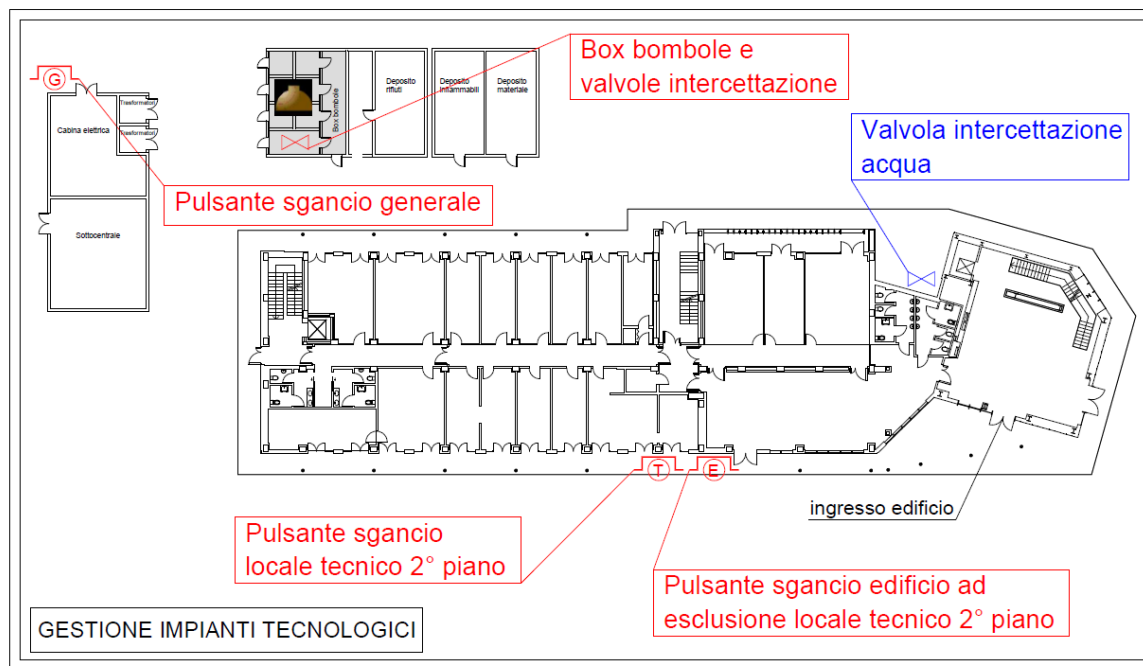

Figura 3.1 - Gestione impianti tecnologici
L'Edificio 1 – Area Food è servito da una cabina elettrica posizionata in un fabbricato esterno e completamente separato dall'Edificio 1. In caso di necessità occorre recarsi presso la cabina elettrica e agire sul pulsante esterno di sgancio (vedi p.to 3.5 – Figura 3.1).
- un secondo pulsante agisce su tutte le restanti parti dell'edificio togliendo corrente a tutti i locali (con la sola eccezione del locale tecnico posto al piano 2, vedi p.to 3.5 – Figura 3.1).
L'Edificio 1 – Area Food è servito da una sottocentrale termica posizionata in un fabbricato esterno e completamente separato dall'Edificio 1. Non è presente un pulsante di sgancio per il locale. In caso di necessità occorre recarsi presso la cabina elettrica e agire sul pulsante esterno di sgancio (vedi p.to 3.5 – Figura 3.1).
L'Edificio 1 – Area Food è servito da un locale tecnico posizionato al secondo piano al cui interno sono posizionate le centrali trattamento aria. In caso di necessità occorre recarsi presso all'esterno dell'edificio in prossimità dell'ingresso principale e agire sul pulsante esterno di sgancio (vedi p.to 3.5 – Figura 3.1).
All'interno dei laboratori sono utilizzati gas tecnici per le attività di ricerca e di esercitazione. Le bombole di erogazione dei gas sono posizionate in un box esterno situato sul lato ovest dell'edificio. In caso di emergenza e necessità occorre agire sulle valvole di intercettazione presenti nei box esterni (vedi p.to 3.5 – Figura 3.1). Al piano terra e al piano primo, in prossimità del vano scala S03, sono presenti i quadri con le valvole di intercettazione dei piani; all'esterno di ogni laboratorio sono infine presenti le valvole intercettazione dei gas tecnici dei singoli laboratori (vedi Allegato 2).
La valvola intercettazione acqua è posizionata all'interno di un pozzetto esterno sul lato ovest in prossimità della Torre (vedi p.to 3.5 – Figura 3.1).
- Effettua la chiamata al **numero unico per le emergenze (112)**; dopo il "pronto" dell'operatore, notifica la situazione d'emergenza indicando nell'ordine:
- Se necessario fornisce indicazione di procedere alla disattivazione degli impianti tecnologici e di servizio mettendo in sicurezza l'edificio (es. toglie corrente, chiude le valvole dei gas, ecc., vedi p.to 3.5 – Figura 3.1);